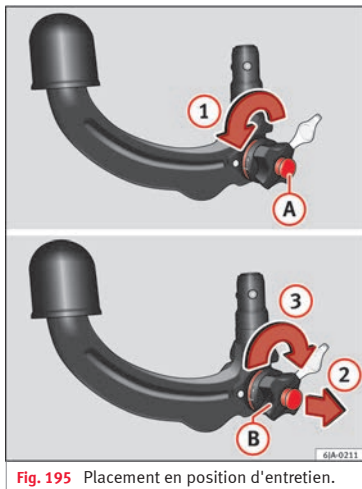

Fig. 195 Placement en position d'entretien.
- Tournez la clé **A** dans le sens de la flèche **1** jusqu'à la butée **» fig. 195.**